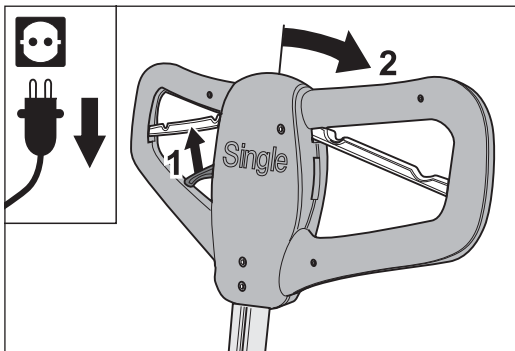

Fig. 29 Accionamiento de la palanca reguladora para liberar el bloqueo del mango.
- 5 Accione la palanca reguladora en el asa para liberar el bloqueo del mango (fig. 29) e incline el mango hacia atrás hasta la posición horizontal.